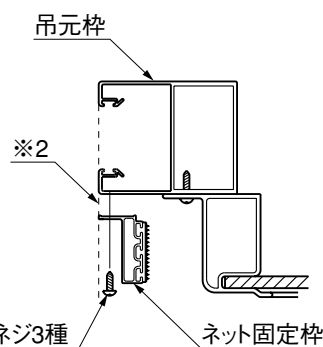

図5-4 B部詳細
- 4 ネット固定枠を吊元枠の端面(※2)にそろえてください。(図5-4参照)
- 5 ネット固定枠の孔位置に合わせて吊元枠にφ3.5の孔をあけ3-3で固定してください。(図5-4参照)